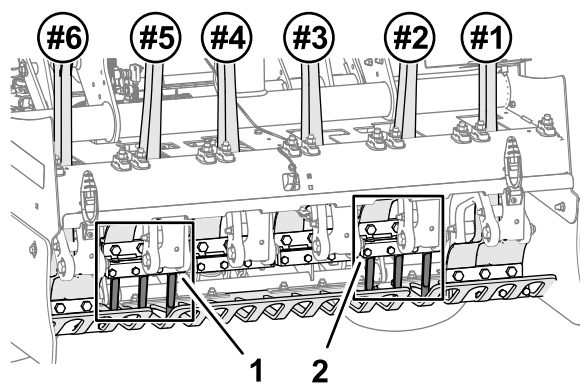
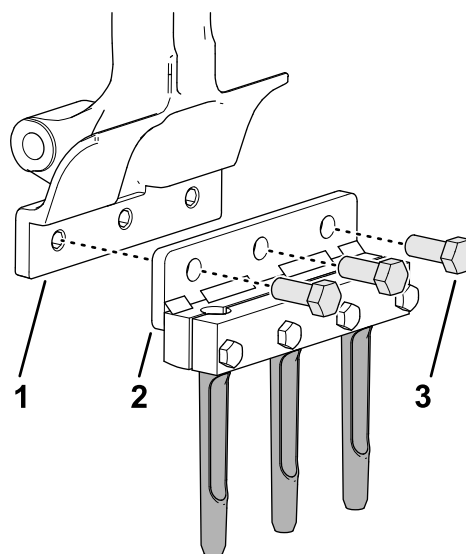

Рисунок 42
Рисунок 43
1. Прикрепите, не затягивая, держатель зубьев и зубья к толкающему рычагу № 2 (Рисунок 42 и Рисунок 43) с помощью 3 болтов (1/2 x 1 1/4 дюйма).